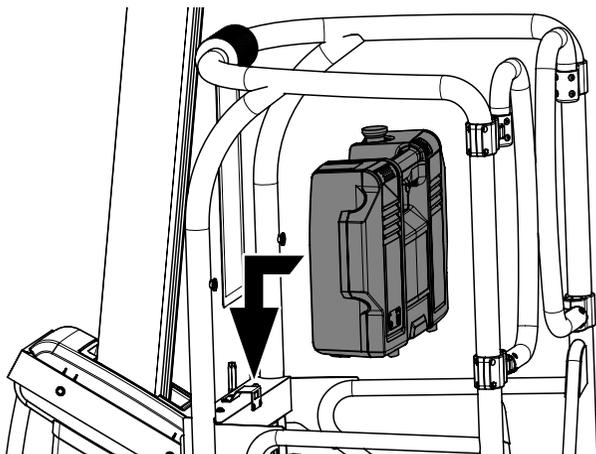

Figura 3-10. Pacote de Energia posicionado e travado no lugar
7. Coloque o pacote de energia (equipamento opcional) encostado nas colunas da plataforma, o mais próximo do mastro, e deslize-o para baixo até que emita som de travamento, indicando que está totalmente assentado (consulte a Figura 3-10.).